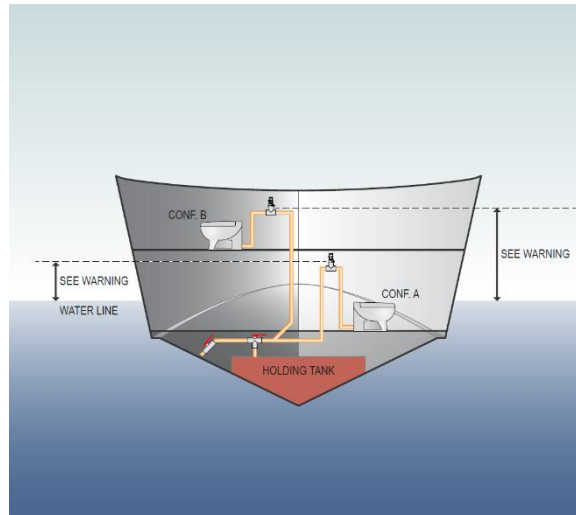

Fig. 1
**ATTENTION :** Configuration WC A. Cuvette installée en-dessous du niveau de flottaison, il est juste de monter UNE SOUPE DE VENTILATION à une hauteur suffisamment supérieure à la ligne. Voir l'exemple fig.1.
**ATTENTION :** Configuration WC B. Cuvette installée au-dessus du niveau de flottaison, il est recommandé de monter UNE SOUPE DE VENTILATION pour éviter des phénomènes de siphonage qui pourraient engendrer de mauvaises odeurs. Voir l'exemple fig.1.